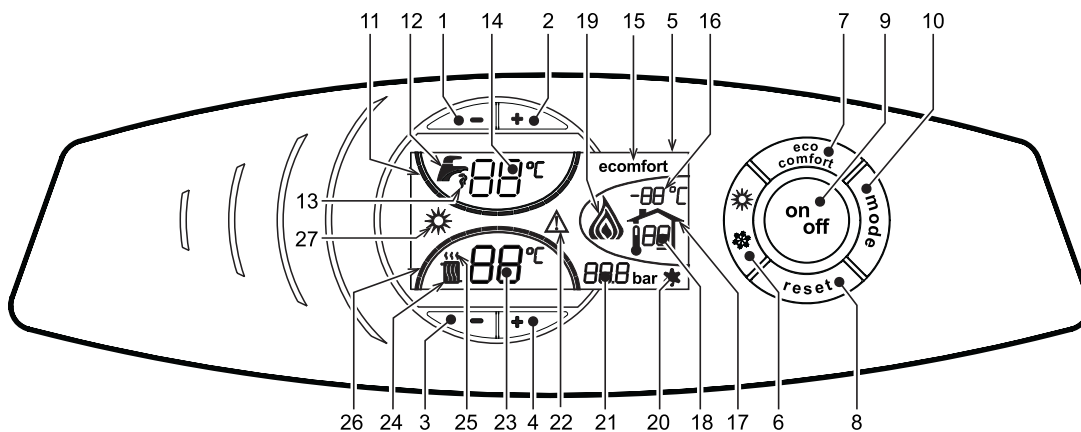
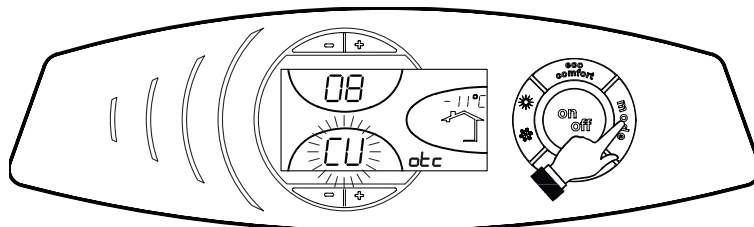
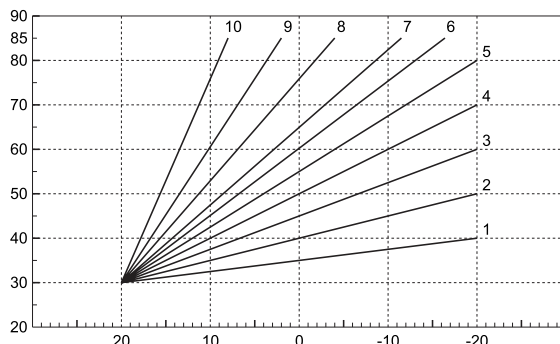
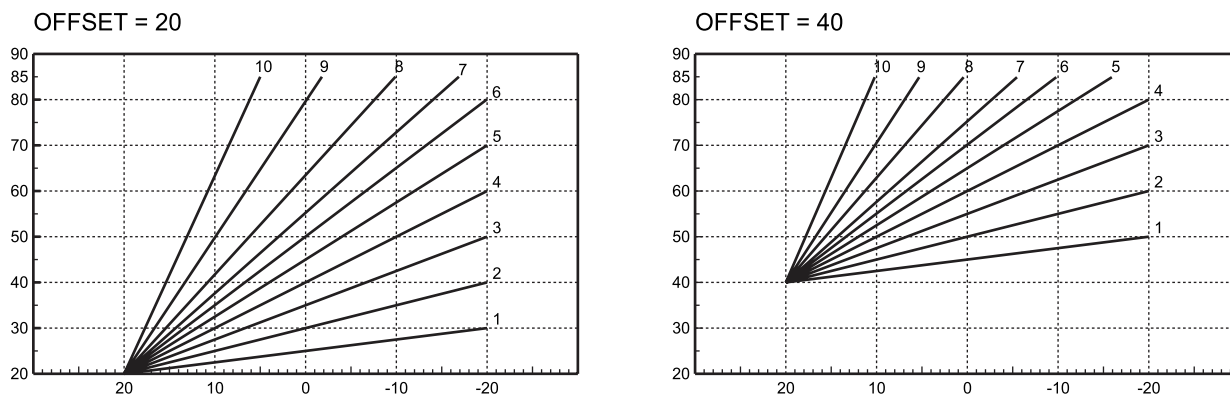

рис. 1 - Панель управления
рис. 11 - Кривая компенсации
рис. 13 - Компенсационные характеристики
рис. 14 - Пример параллельного смещения компенсационных характеристик
О поступлении команды на включение отопления (от комнатного термостата или от пульта ДУ) предупреждает мигание индикатора теплого воздуха над радиатором (поз. 24 и 25 - рис. 1).
Индексные метки с подсветкой системы отопления (поз. 26 - рис. 1) загораются по мере приближения измеряемой датчиком температуры к заданному значению.
О поступлении команды включения котла на нагрев бойлера, генерируемой при остывании воды в бойлере, предупреждает мигание соответствующего индикатора (поз. 13 - рис. 1). Убедитесь, что функция Comfort включена (поз.15 - рис. 1)
Индексные метки с подсветкой системы ГВС (поз. 11 - рис. 1) загораются по мере приближения измеряемой датчиком температуры к заданному значению.
При включенной системе нагрева воды в бойлере (заводская установка) на дисплее отображается символ режима COMFORT (поз. 15 - рис. 1); наоборот, если система нагрева выключена, на дисплее высвечивается символ режима ECO (поз. 15 - рис. 1)
Бойлер может быть выключен пользователем (режим ECO) путем нажатия кнопки  (поз. 7 - рис. 1).
Для включения режима COMFORT снова нажмите клавишу  (поз. 7 - рис. 1).
Если после правильного появления индикации запроса на нагрев отопления (поз.25 - рис.1) или нагрев бойлера (поз.13 - рис.1) горелки не зажгутся, а на дисплее появляется код неисправности A01, подождите около 15 секунд, затем нажмите кнопку RESET. Таким образом, после сброса, обеспечивается повторение электронным блоком цикла розжига. Если горелки не зажгутся и после второй попытки, то смотрите параграф поиска неисправностей.
Нажмите клавишу  (поз. 9 - рис. 1) в течение 1 секунды.
Для повторного включения котла вновь нажмите клавишу  (поз. 9 рис. 1) в течение 1 секунды.
- Нажмите кнопку ВКЛ/ВЫКЛ (поз.9 - рис. 1)
Нажмите клавишу  (поз. 6 - рис. 1) в течение 1 секунды.
На дисплее высвечивается символ «Лето» (поз. 27 - рис. 1). При этом котел будет только нагревать бойлер ГВС. Система защиты от замерзания остается активной.
Для переключения в режим «Зима» вновь нажмите клавишу  (поз. 6 - рис. 1) в течение 1 секунды.
Температура в системе отопления регулируется в пределах от 30 °C до 90 °C с помощью клавиш  (поз. 3 и 4 рис. 1); однако, не рекомендуется эксплуатировать котел при температуре ниже 45 °C.
Температура воды в бойлере ГВС регулируется в пределах от 10°C до 65°C с помощью клавиш  (поз. 1 и 2 - рис. 1).
При наличии датчика уличной температуры (опция) на дисплее панели управления (поз. 5 - рис. 1) отображается измеряемая этим датчиком температура. При этом система управления котлом работает в погодозависимом режиме. В этом режиме температура воды, подаваемой в систему отопления, регулируется в зависимости от уличной температуры с тем, чтобы обеспечить максимальный комфорт и экономию энергетических ресурсов в течение всего отопительного сезона. Так, при повышении уличной температуры понижается температура подачи воды в систему отопления, что производится по установленной «кривой компенсации».
С переключением в погодозависимый режим показатель температуры, устанавливаемый клавишами  (поз. 3 и 4 - рис. 1) соответствует максимальной температуре подачи воды в систему отопления. Рекомендуется устанавливать максимальное значение заданной температуры с тем, чтобы позволить системе регулировать изменение температуры во всем диапазоне значений.
При однократном нажатии кнопки  (поз. 10 - рис. 1) на дисплей выводится текущая компенсационная характеристика (рис. 11), которую можно изменить с помощью кнопок задания температуры воды ГВС  (поз. 1 и 2 - рис. 1). Измените конфигурацию кривой в пределах от 1 до 10 в зависимости от характеристики (рис. 13). При задании значения 0 функция регулировки в режиме плавающей температуры исключается.
При нажатии кнопок регулировки температуры отопления  (поз. 3 и 4 - рис. 1) открывается доступ к параллельному смещению характеристик (рис. 14), с помощью кнопок регулировки температуры в контуре ГВС  (поз. 1 и 2 - рис. 1).
Для выхода из режима параллельного смещения кривых еще раз нажать клавишу  (поз. 10 - рис. 1).